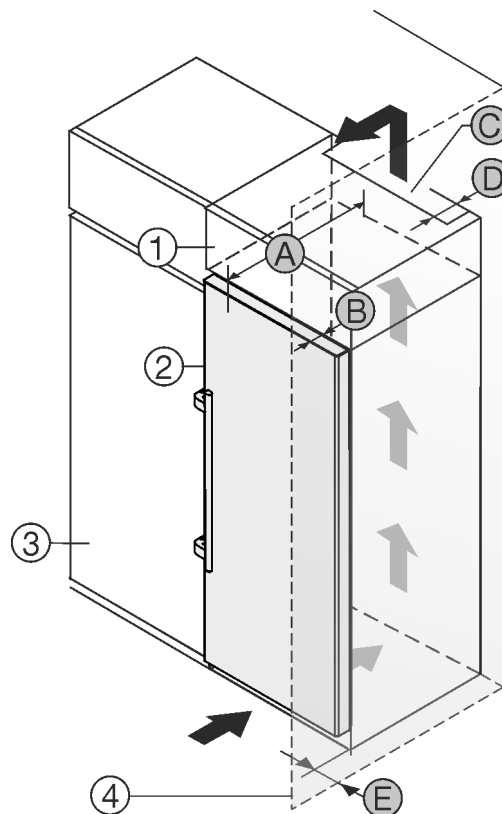

Fig. 1
Sie können das Gerät direkt neben dem Küchenschrank Fig. 1 (3) aufstellen.
An der Rückseite des Aufsatzschrankes muss ein Abluftschacht mit der Tiefe Fig. 1 (D) über die gesamte Aufsatzschrankbreite vorhanden sein.
Unter der Raumdecke muss der Entlüftungsquerschnitt Fig. 1 (C) eingehalten werden.
Wenn Sie das Gerät mit den Scharnieren neben einer Wand Fig. 1 (4) aufstellen, dann muss der Abstand zwischen Gerät und Wand mindestens 57 mm betragen. Dies entspricht dem Griffüberstand bei geöffneter Tür.
Damit Sie die Tür vollständig öffnen können, muss das Gerät um die Türtiefe *Fig. 1 (B)* gegenüber der Küchenschrankfront vorstehen. Abhängig von der Tiefe der Küchenschränke *Fig. 1 (3)* und Verwendung von Wandabstandshaltern kann das Gerät weiter herausragen.